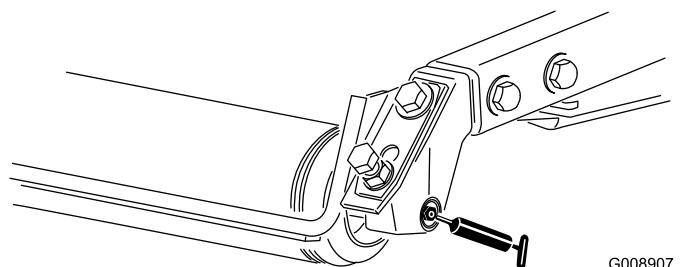

Рисунок 72
- Задние роликподшипники (по 2 шт. на режущий блок) — Рисунок 72